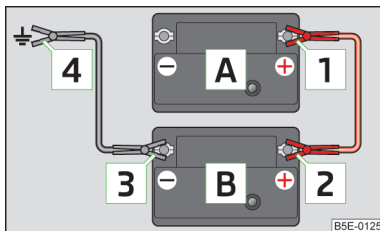

Fig. 203
- Prindeți clema **1** la polul plus al bateriei descărcate **A** » fig. 203.